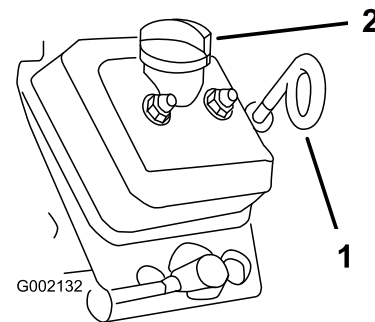

Figure 35
5. Avec un chiffon, nettoyez la surface autour de la jauge d'huile et du bouchon de remplissage (Figure 35) pour éviter de faire tomber des impuretés dans le tube de la jauge ou le goulot de remplissage et d'endommager le moteur.
6. Retirez la jauge d'huile et essuyez soigneusement l'extrémité (Figure 35).
7. Enfoncez la jauge au fond du tube (Figure 35).
10. Remettez le bouchon de remplissage en place (Figure 35).
11. Réinsérez la jauge d'huile au fond du tube de remplissage (Figure 35).